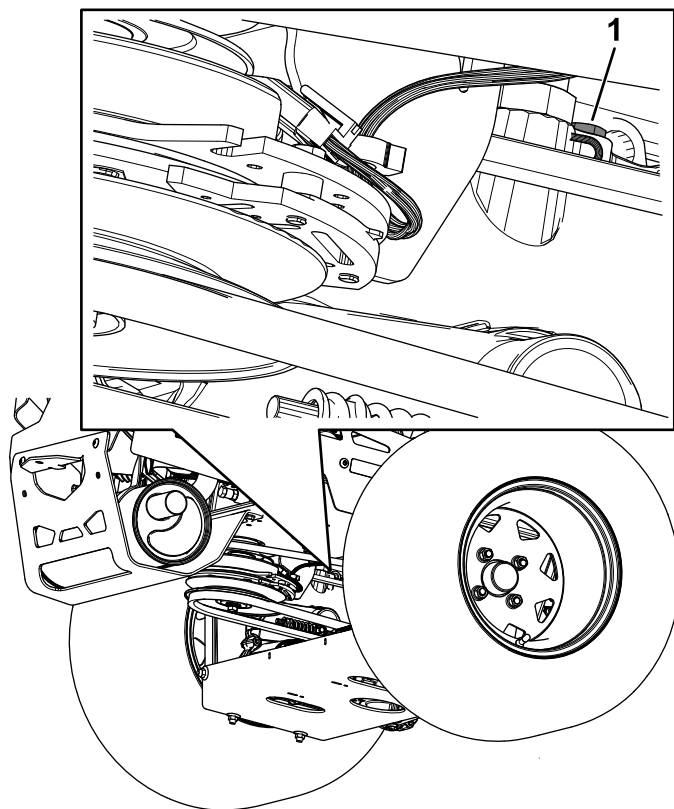

Figure 85
- **Système hydro ZT 5400 :** utilisez une clé de 7/16 pouce pour accéder au bouchon d'aération par le dessous de la machine (Figure 85).